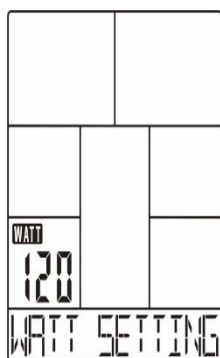

Bild 16
2. Tryck på UP eller DOWN för att ställa in målsättning för WATT. (standard: 120, bild 16).